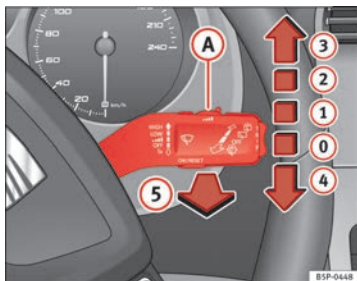

Abb. 85 Scheibenwischer- und Scheibenwaschhebel
Der Scheibenwischerhebel ⇒ Abb. 85 hat folgende Stellungen:
- Wenn bei eingeschalteter Wischerstufe ② ⇒ Abb. 85 oder ③ das Fahrzeug anhält, wird automatisch auf die nächste Stufe heruntergeschaltet. Fährt das Fahrzeug wieder an, wird erneut auf die eingestellte Wischerstufe hochgeschaltet.